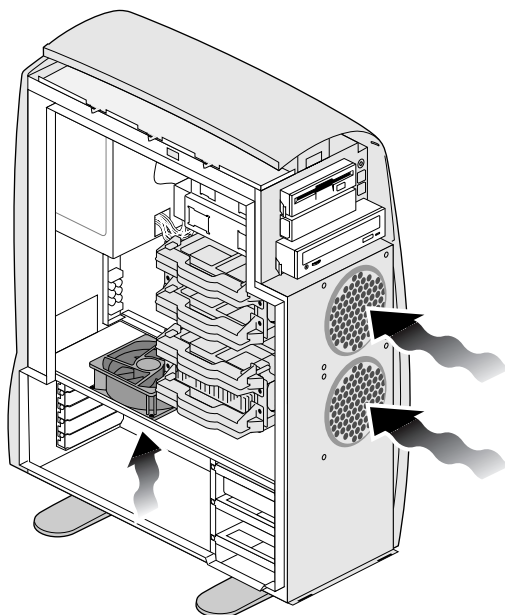

図 7-13 空気の流れ
1. ファンを交換するときは、ファンに印刷されている矢印を確認してください。この矢印は、空気が流れる方向を示しています。空気がワークステーションの上部の空間に流れ込むように、ファンを配置してください(図 7-13)。